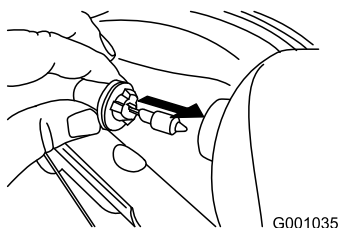

Рисунок 60
4. Вставьте новую лампу в тыльную часть фары (Рисунок 60).